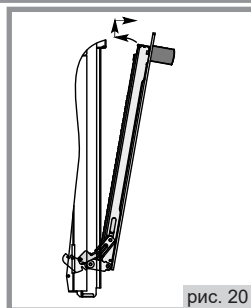

рис. 20
4. Взять дверцу за боковые стороны и потянуть на себя и вверх, чтобы освободить нижние оси шарниров, см. рис.20;